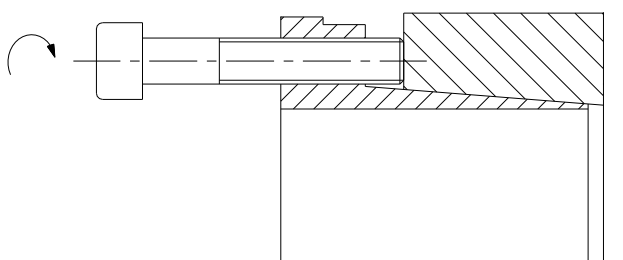

Bild 8: Lossa spännsatsen KTR 200
- Skruva in spännskruvarna i innerringens (komponent 2) avstickande gängor (se bild 8 och 9).